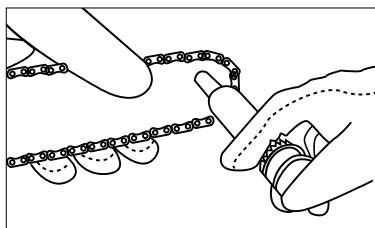

Fig. 28
3. Placez la buse en forme d'aiguille d'injecteur d'huile dans le trou de lubrification et introduisez la graisse jusqu'à ce qu'elle apparaisse sur le bord extérieur de la roue dentée de guide-chaîne (fig. 28)